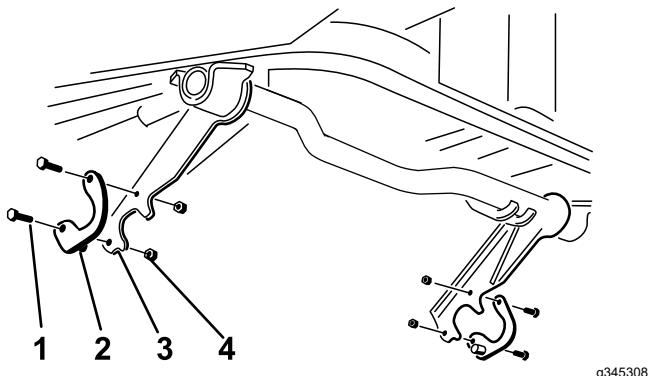

Bild 10
**Hinweis:** Der Anschlussklemmenbolzen sollte nach innen zeigen (Bild 10).
**Hinweis:** Positionieren Sie die Anschlussklemmen, wie in Bild 10 dargestellt.